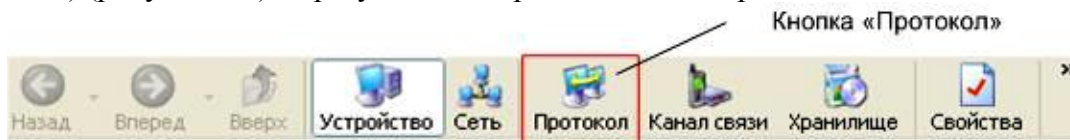

Рисунок 4.5 –Кнопка «Протокол» на панели инструментов
**4.8** Нажмите на панели инструментов кнопку «Протокол» (меню «Справочник -> Протокол обмена») (рисунок 4.5). В результате откроется окно «Справочник».